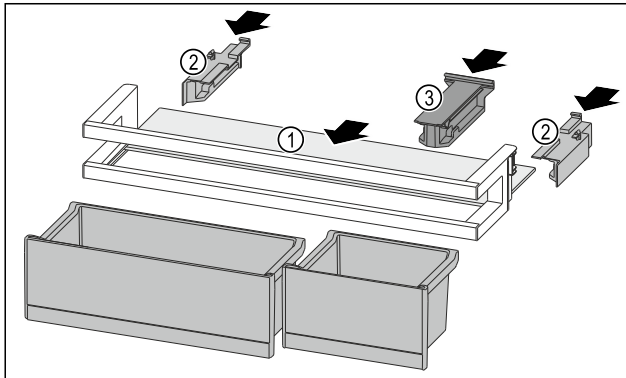

Fig. 120
- ▶ Împingeți în interior raftul Fig. 120 (1) în degajările laterale.
- ▶ Introduceți piesele laterale Fig. 120 (2).
- ▶ Introduceți piesa de susținere Fig. 120 (3).